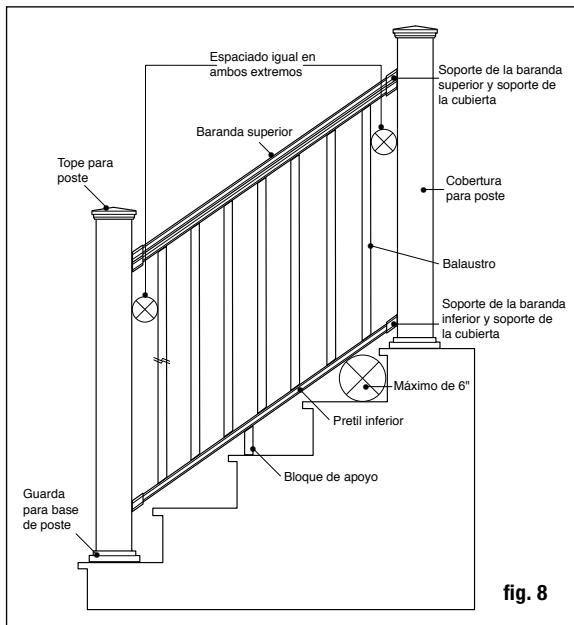
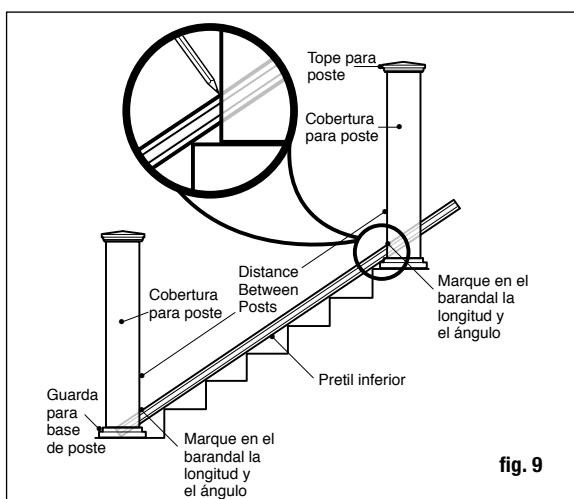

fig. 8
fig. 9
determinar la longitud de los barandales superior e inferior. Posicione el barandal inferior en los peldaños de la escalera al lado de los postes y ajústelo de modo que la distancia entre el primer agujero de balaustre y el poste sea mayor a 7 cm (2-3/4 pulg.) como mínimo, e igual en ambos extremos (fig. 8). Marque el barandal en la longitud y ángulo apropiado. Corte el barandal inferior. Corte el barandal superior a la misma longitud y ángulo (fig. 9).
Paso 7 Coloque las cubiertas de soportes del barandal apropiado y los soportes para escalera en los extremos del barandal inferior. Ponga especial atención a los soportes que utilice, ya que son diferentes dependiendo de si es el barandal superior o inferior y del ángulo hacia arriba o abajo. Determine la posición del bloque de apoyo y fíjelo al barandal inferior. Sostenga el barandal inferior entre los postes en los peldaños de la escalera (fig. 9). Podría necesitar colocar cuñas iguales entre dos rebordes de peldaños para elevar el barandal inferior. Consulte los requisitos en su área. Generalmente, no puede permitirse que pase una esfera de 15.2 cm (6 pulg.) a través del triángulo formado por el barandal inferior, el travesaño y la contrahuella (fig. 8). Centre el soporte de la escalera en el poste. Usando el soporte de escalera como guía, marque las posiciones de los tornillos en la cobertura del poste y en el barandal en ambos extremos. Pretaladre agujeros guía de .32 cm (1/8 pulg.) a través de la cobertura de poste y del barandal. Sujete el soporte de escalera a la cobertura del poste usando los tornillos cuadrados de cabeza plana #8 - 15 x 2" - #2 y luego sujeté el soporte de escalera al barandal usando tornillos cuadrados autorroscantes de cabeza oblea #8-16 x 3/4" - #1.